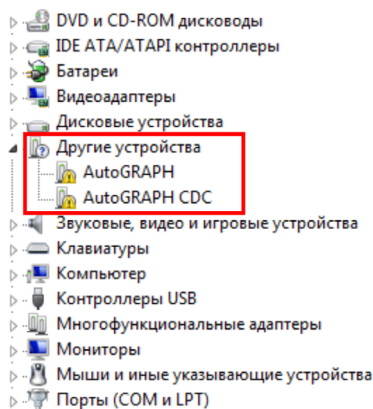
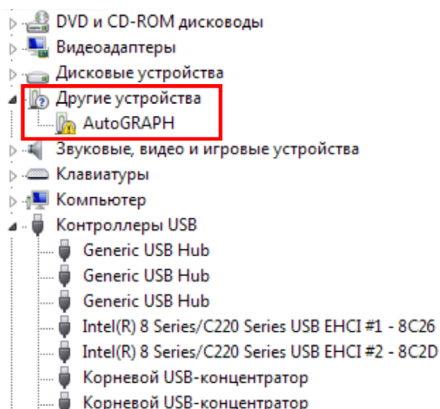

Рис.1. Прибор «АвтоГРАФ-GSM» с новым драйвером.
Рис.2. Прибор «АвтоГРАФ-GSM» со старым драйвером.
Программа «AG.GSMConf» версии 3.3.0 и выше поддерживает работу как со старым USB драйвером, так и с новым. Узнать, с каким драйвером работает прибор можно, подключив его компьютеру. Если прибор поддерживает работу с новым драйвером, то в Диспетчере устройств появятся два новых устройства – AutoGRAPH и AutoGRAPH CDC (**Рис.1**). Если устройство работает со старым драйвером, то в Диспетчере устройств появится одно новое устройство – AutoGRAPH (**Рис.2**).
- В Диспетчере устройств появятся новые устройства AutoGRAPH и AutoGRAPH CDC (**Рис.1**).
- При подключении прибора к ПК с установленной ОС MS Windows 7, прибор будет автоматически обнаружен (Рис.2). Необходимо скачать драйверы с поддержкой MS Windows 7 (AutoGRAPH_DRIVER_AND_GPS-MOUSE.zip) с официального сайта ООО «ТехноКом» и установить их вручную.